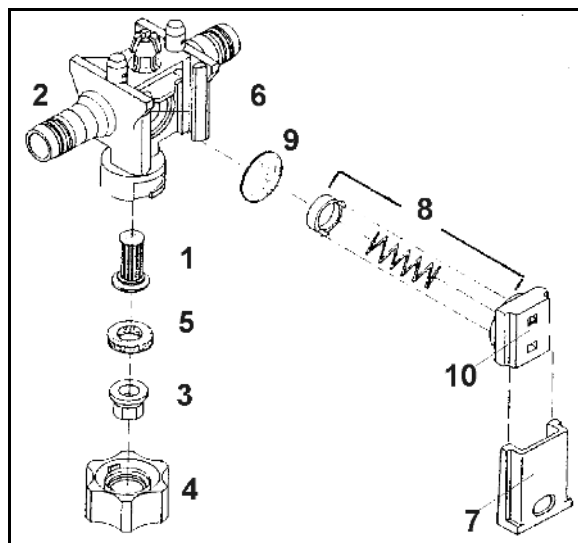

Fig. 196
Controllare di tanto in tanto la sede della saracinesca (Fig. 196/7).
- Spingere la saracinesca all'interno del corpo del getto (Fig. 196/2) per quanto possibile applicando una moderata forza con il pollice.
1. Introdurre da sotto il filtro del getto (Fig. 196/1) all'interno del corpo del getto (Fig. 196/2).
2. Inserire l'ugello (Fig. 196/3) nel dado a baionetta (Fig. 196/4)
3. Inserire la guarnizione in gomma (Fig. 196/5) al di sopra dell'ugello.
La presenza di depositi sulla sede della membrana (Fig. 196/6) è la causa di una chiusura dei getti **non** priva di sgocciolamento a barre spente. Pulire quindi la membrana corrispondente nel modo seguente:
1. Estrarre la saracinesca (Fig. 196/7) dal corpo del getto (Fig. 196/2) in direzione del dado a baionetta.
2. Rimuovere l'elemento a molla (Fig. 196/8) e la membrana (Fig. 196/9).
3. Pulire la sede della membrana (Fig. 196/6).
Fare attenzione al corretto orientamento di montaggio dell'elemento a molla. Gli spigoli destro e sinistro, abbassati e in salita, sul corpo dell'elemento a molla (Fig. 196/10) devono salire in direzione del profilo delle barre durante il montaggio.